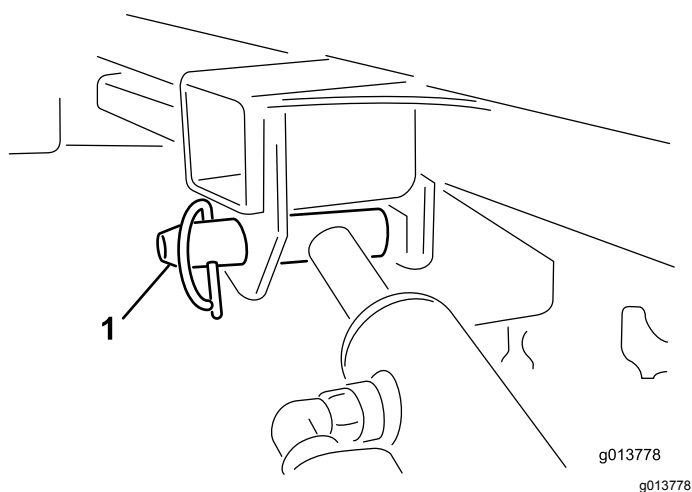

図 51
11. 片手で油圧昇降シリンダを持ち、もう片手で、シリンダの固定ピンをはずす 図 51。